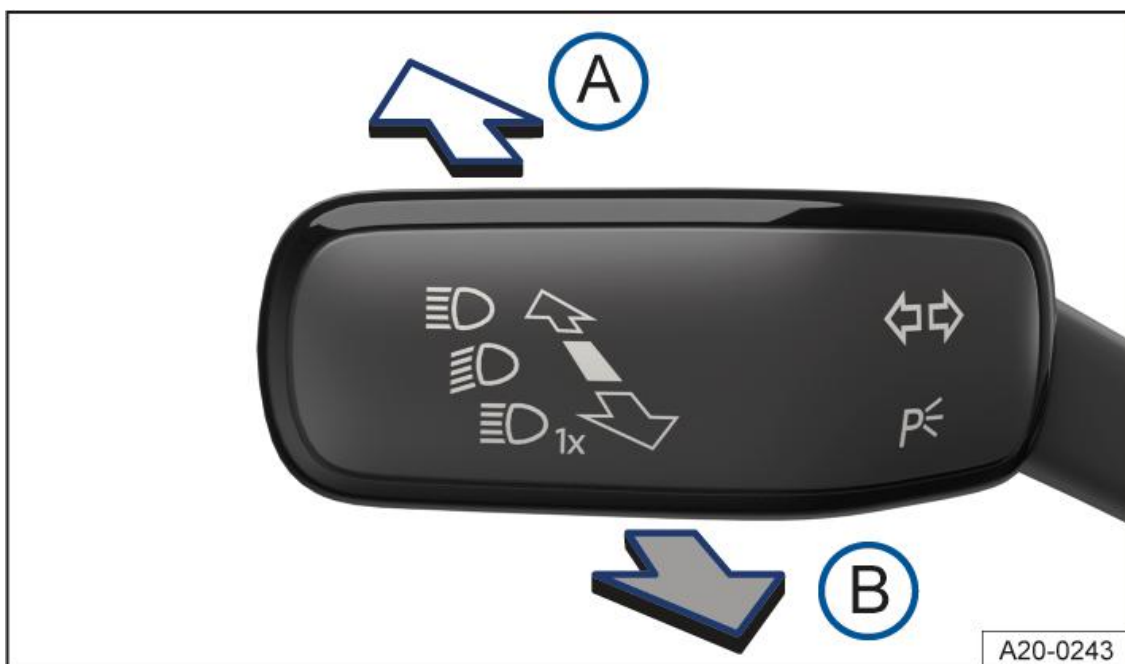

Fig. 1 La leva degli indicatori di direzione e degli abbaglianti, sul lato sinistro del piantone dello sterzo
2. Mettere la leva degli indicatori di direzione e degli abbaglianti dalla posizione centrale in quella seguente → *fig. 1* :
- (A) Abbaglianti accesi.
- (B) Funzione di lampeggio fari e spegnimento degli abbaglianti. La funzione di *lampeggio fari* resta attiva per il tempo che si tiene tirata la leva.